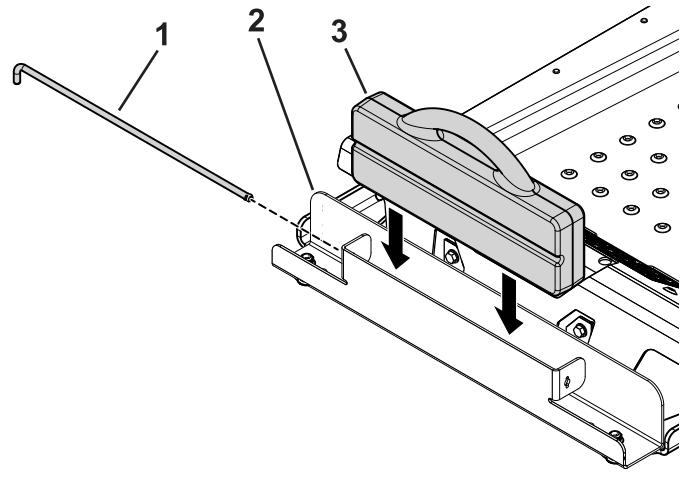

Figura 5
4. Umetnute teg oblika kofera u ležište za teg tako da je strana sa žljebom okrenuta ka prednjoj strani mašine (Figura 5).
5. Umetnute sigurnosnu šipku u ležište i okrenite je u zaključani položaj (Figura 5).